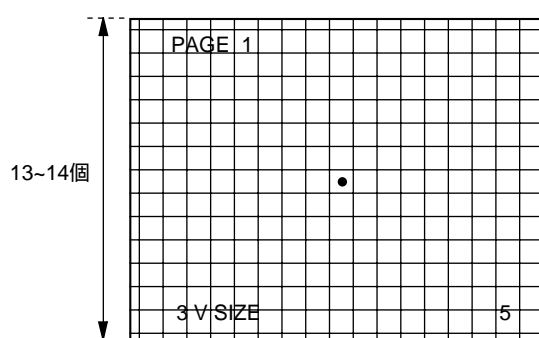

Fig.1-3
- ・ 治具リモコンの音量キーにて、クロスハッチ画面の縦方向のマス目が13～14個になるように調整する。Fig. 1-3